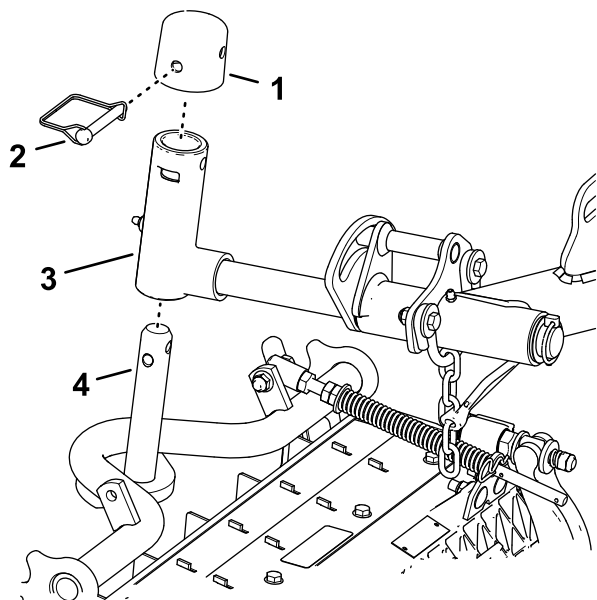

Рисунок 24
- Подведите режущий блок под подъемный рычаг (Рисунок 24).